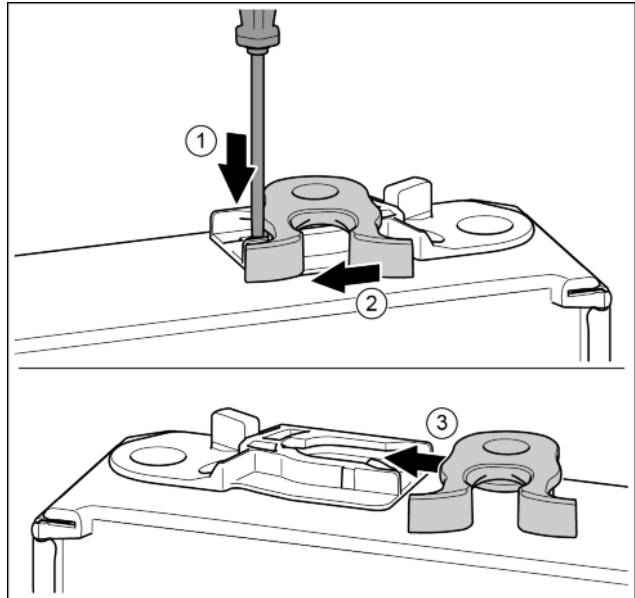

Fig. 17
- ▶ За допомогою шліцевої викрутки притисніть униз накладку. Fig. 17 (1)
- ▶ Витягніть із напрямної запірний гачок. Fig. 17 (2)
- ▶ Вставте запірний гачок у напрямну з іншого боку. Fig. 17 (3)